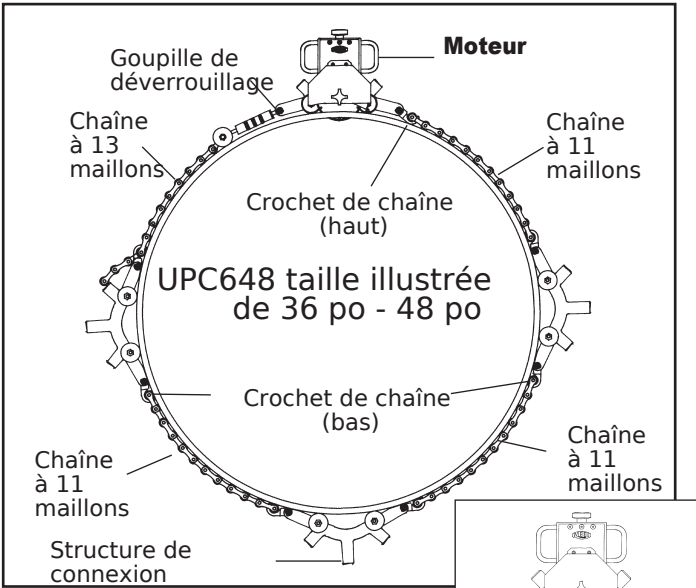

FIG. 5
3. Raccordez l'ensemble de chaîne de 13 maillons et de tendeur au moteur avec une goupille de déverrouillage. Étendre le tendeur dans la position la plus externe. (Fig. 5)
6. Bağlantı gövdeleri gerektiren bir boru kesilirken fixation et des chaînes à 11 maillons (UPC636 et UPC648), montez au préalable les crochets de chaîne sur les structures de fixation en aluminium, crochets orientés vers le bas. Revenez à l'étape 5 en veillant à placer les structures de connexion à une **distance égale** du groupe moteur. (Fig. 5)